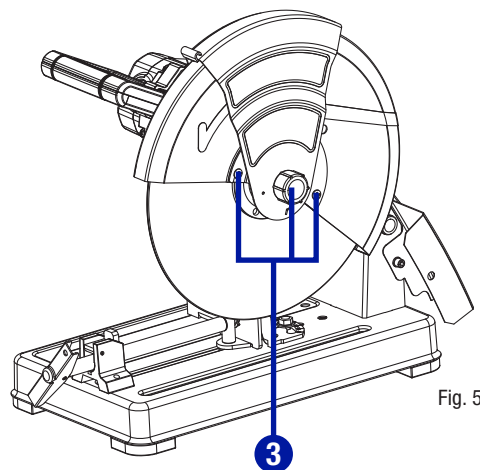

Fig. 5
Le protège-disque inférieur devrait toujours monter et descendre librement lorsque vous descendez et montez le bras de la machine tel qu'énoncé ci-dessus. Si cela n'est pas le cas, retirez les copeaux logés autour du mécanisme du protège-disque (3) (Fig. 5).